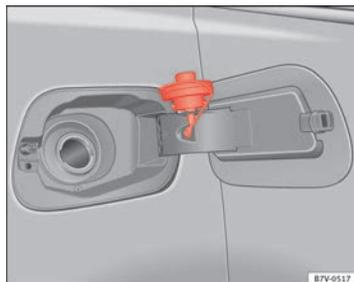

Fig. 165 Trappe à carburant ouverte avec bouchon de réservoir accroché.
- Retirez le bouchon du réservoir en le dévissant vers la gauche et introduisez-le dans l'orifice prévu à cet effet dans la charnière de la trappe à carburant ⇒ fig. 165.